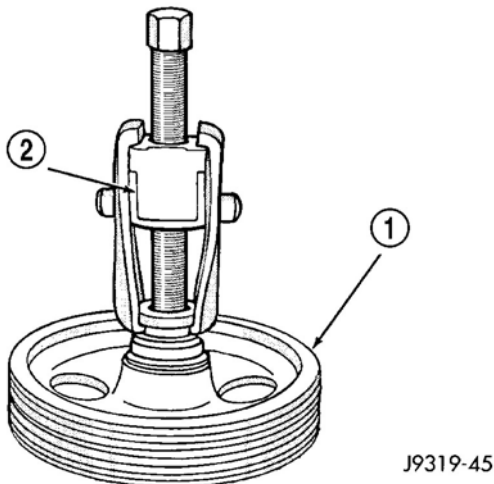

图 14 皮带轮的拆卸
- （2）用拉拔器 C-4333 从动力转向泵的轴上卸下皮带轮（图 14）。